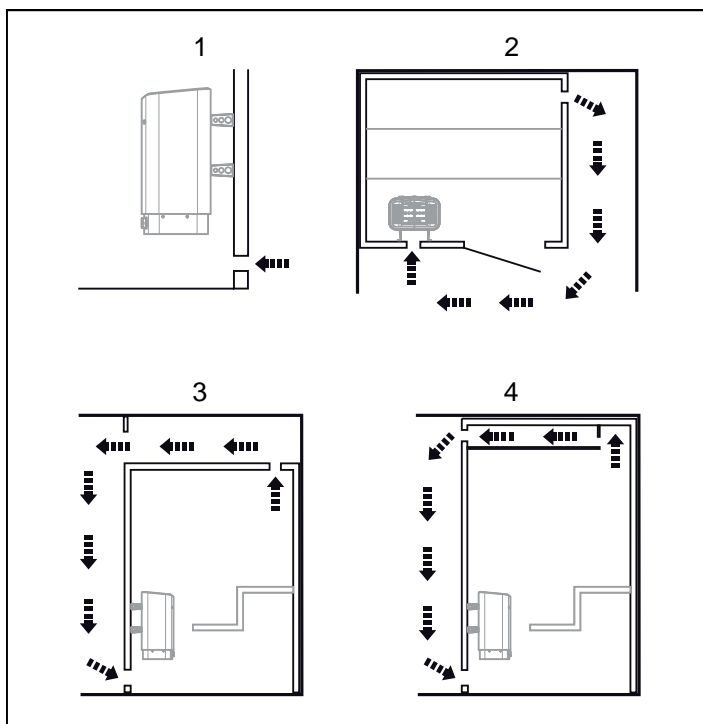

Рисунок 4: Установка впускного и выпускного клапана
- с максимальным расстоянием до впускного клапана, например, по диагонали (см. Рисунок 4, страница 18).
- высоко на стене или на потолке (см. Рисунок 4, страница 18).